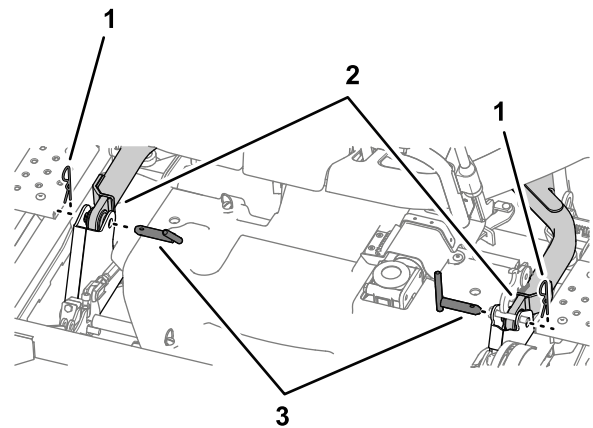

Bild 115
6. Setzen Sie den Klappstecker und den Lastösenbolzen ein, um die Hubarme an jeder Seite zu befestigen, siehe Bild 115 in Entfernen des Mähwerks \(Seite 80\).